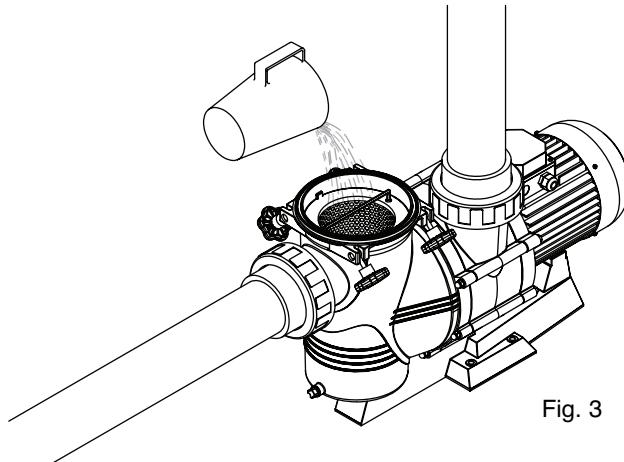

Fig. 3
- Para el correcto funcionamiento de la bomba se debe de proceder al cebado del prefiltrado de la bomba hasta que el agua aflore por el conducto de aspiración.(Fig.3)
- Las bombas en ningún caso pueden trabajar sin haber sido llenadas previamente de agua, ya que de lo contrario, ello puede dañar la junta mecánica provocando pérdida de agua por ésta. (Fig.3)